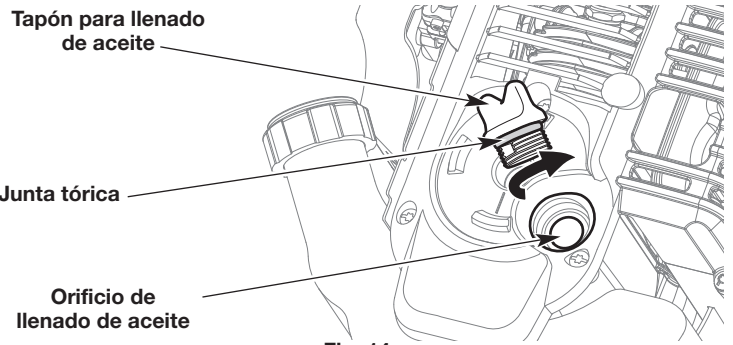

Fig. 14
3. Limpie la zona que rodea el tapón de llenado de aceite (Fig. 14) a fin de evitar que ingresen residuos en el orificio de carga de aceite (Fig. 14).
7. Compruebe que la junta tórica esté en su lugar en el tapón de llenado de aceite (Fig. 14).
1. Limpie la zona que rodea el tapón de llenado de aceite (Fig. 14) a fin de evitar que ingresen residuos en el orificio de carga de aceite.